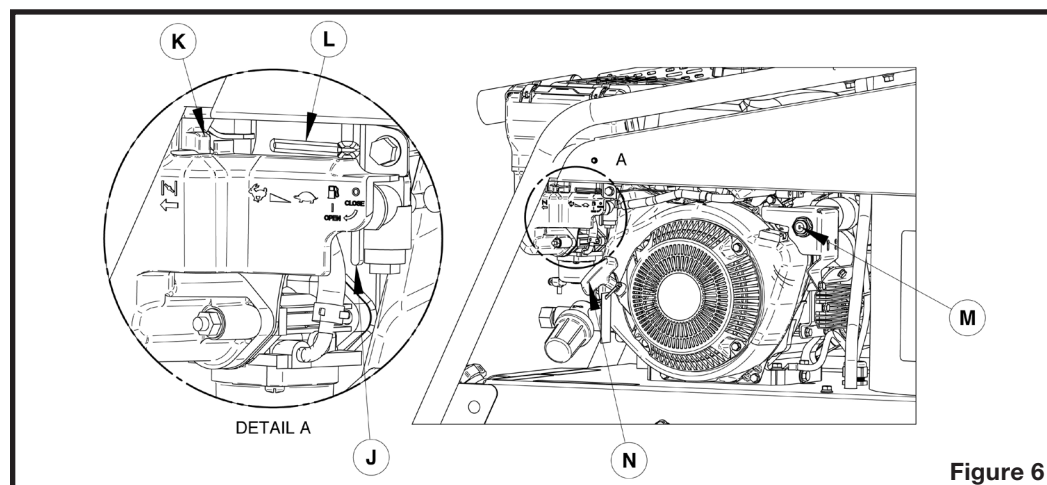

Figure 6
6. Brancher le connecteur électrique situé au bout du harnais de l'interrupteur du brûleur. (figure 6)
1. Tourner vers le bas la valve d'essence (J sur la figure 6), à la position « open ».
2. Fermer l'étrangleur en déplaçant le levier (K sur la figure 6) complètement à la gauche.
3. Déplacer le levier des gaz (L sur la figure 6) de la droite à 1/3 de sa course vers la gauche.
4. Tourner l'interrupteur du moteur (M sur la figure 6) à la position « ON ».
5. Tourner l'interrupteur du moteur (M sur la figure 6) à la position « START » jusqu'à ce que le moteur démarre.
7. Pendant que le moteur se réchauffe, ouvrir graduellement l'étrangleur en déplaçant le levier (K sur la figure 6) vers la droite.
9. Pousser le levier des gaz (L sur la figure 6) complètement vers la gauche, à la vitesse maximum.
5. Tirer doucement la poignée de lancement (N sur la figure 6) jusqu'à sentir une résistance, puis tirer brusquement. Ne pas laisser la poignée de lancement revenir brutalement contre le moteur. La ramener lentement pour éviter tout dommage au moteur.
6. Pendant que le moteur se réchauffe, ouvrir graduellement l'étrangleur en déplaçant le levier (K sur la figure 6) vers la droite.
8. Pousser le levier des gaz (L sur la figure 6) complètement vers la gauche, à la vitesse maximum.